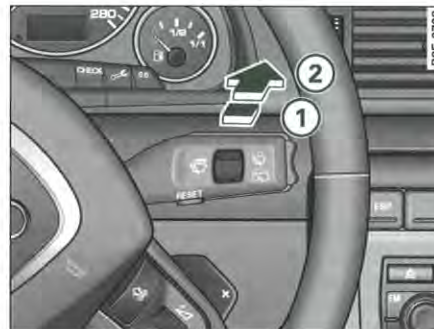

Fig. 80 Levier d'essuie-glaces
- Poussez le levier d'essuie-glace vers l'avant dans le cran ⇒ fig. 80 ①. L'essuie-glace arrière fonctionne environ toutes les 4 secondes.